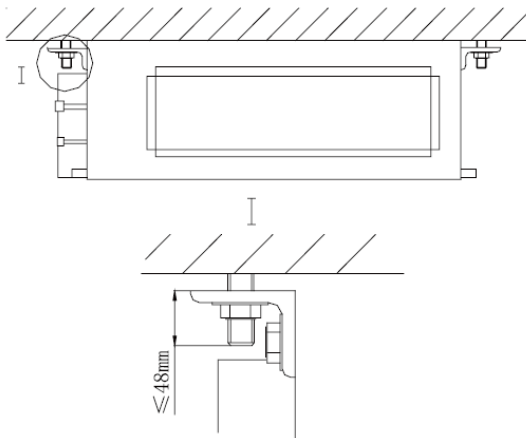

Abb. 5
- 3) Installieren Sie die Inneneinheit an die Decke nach Abb. 5.